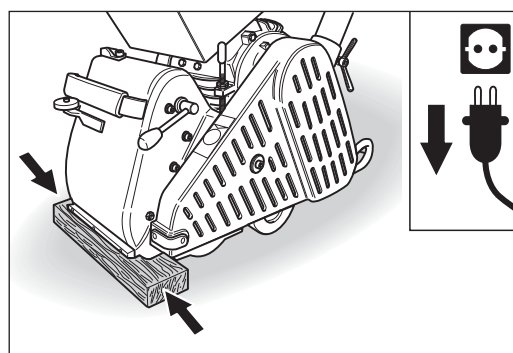

Abb. 37 Transport oder Lagerung der Maschine auf einem Holzstück.
- Legen Sie beim Transport oder bei der Lagerung der Maschine ein Holzstück zwischen Untergrund und Maschinengehäuse (Abb. 37)! So kann das Gehäuse nicht verrutschen und Beschädigungen an der Schleifwalze werden vermieden!